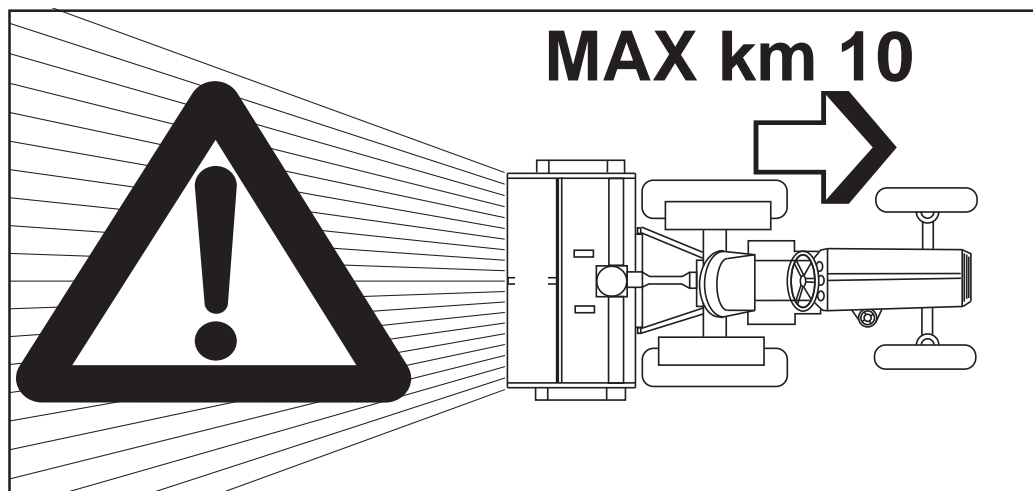

Fig. 20
La velocità del trattore con la macchina in lavoro non deve superare i 10 Km/ora al fine di evitare rotture o danneggiamenti (Fig. 20).
*The speed of the tractor with the machine working must not exceed 10 Km/hr in order to avoid breakage or damages (Fig. 20).*
Die Geschwindigkeit des Traktors mit montierter Maschine darf 10km/h unter keinen Umständen überschreiten, um eventuelle Schäden zu vermeiden (Abb. 20).
*La vitesse du tracteur avec le machine en fonctionnement ne doit pas dépasser 10 km/heure afin d'éviter des ruptures ou des dommages à la machine (Fig. 20).*
La velocidad del tractor con la máquina trabajando no debe superar los 10 km/h para evitar roturas o daños (Fig. 20).